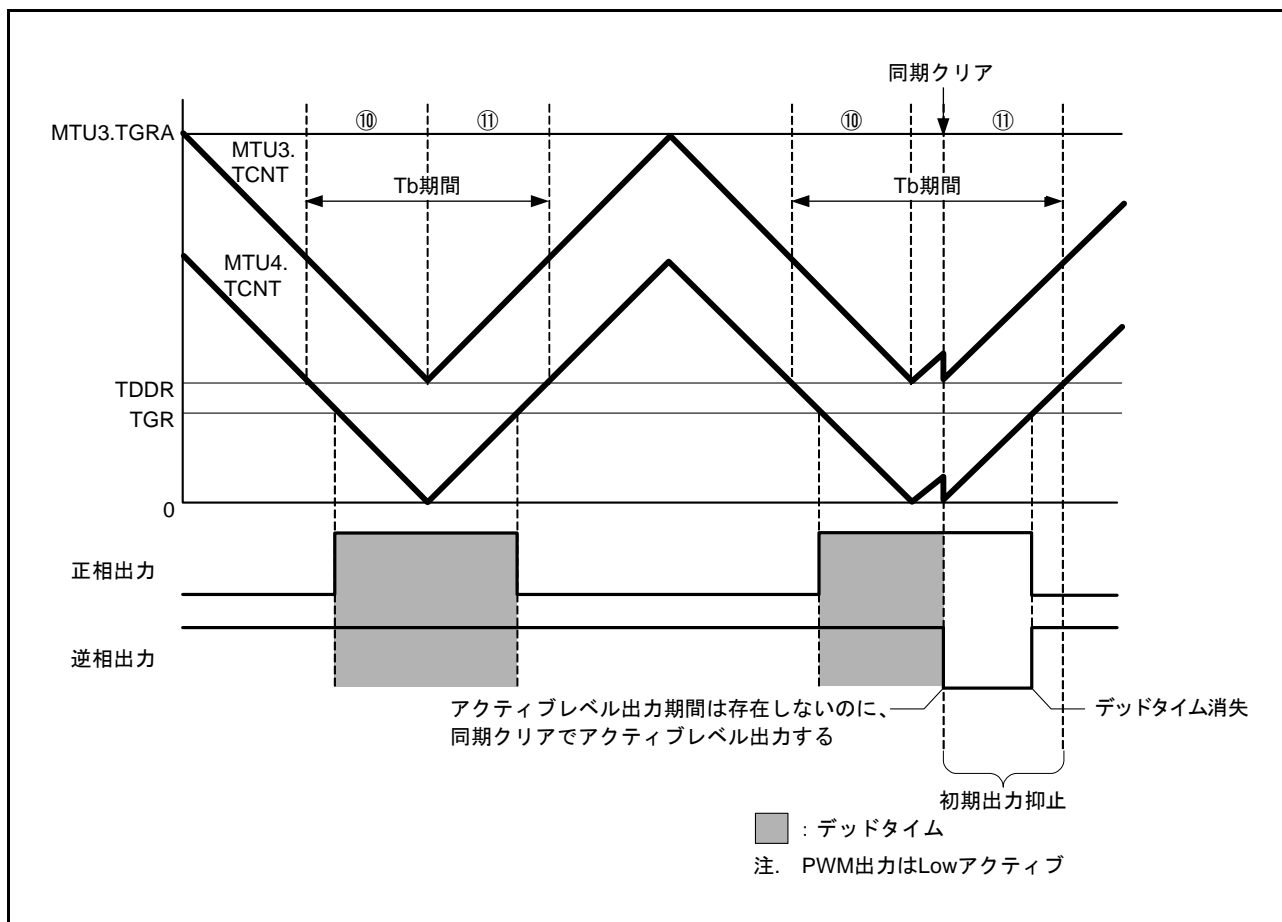

図 20.123 同期クリア例 (条件 2 の場合)
条件 2 : 初期出力の抑止期間⑩、⑪にて、 $MTU3.TGRB \leq TDDR$ 、 $MTU4.TGRA \leq TDDR$ 、 $MTU4.TGRB \leq TDDR$ のいずれかが成立する状態で、同期クリアした場合 (図 20.123 参照)。